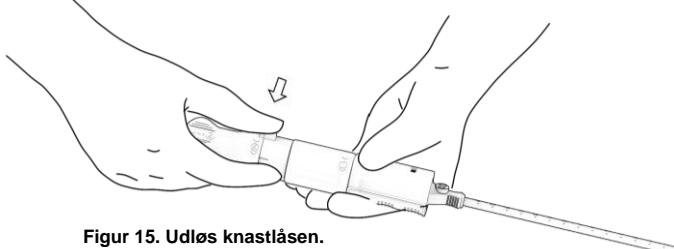

Figur 14. Udtagning af guidewire.
- a. Find indikatoren mærket '3', og fjern guidewiren helt fra patienten og PerQseal® lukkeanordningen. Guidewireudtagning kan gøres af en assistent. Figur 14.